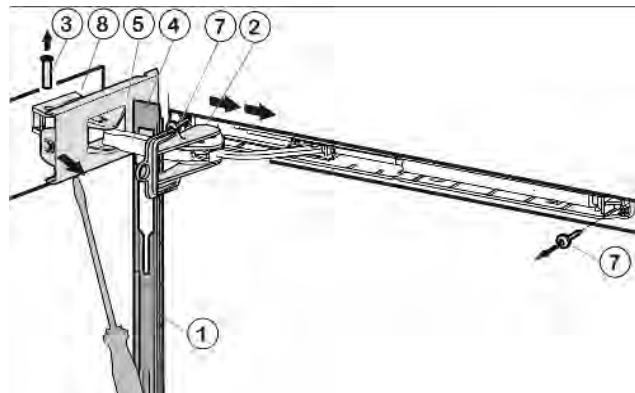

Fig. 5
- Сдвиньте накладку над амортизационной скобой Fig. 5 (4) в направлении устройства вперед.
- Зафиксируйте предохранитель Fig. 5 (2) в продольном пазе.
- Отсоедините крышку Fig. 5 (5) со стороны шарнира с помощью отвертки до первого фиксатора.
- Выдавите палец Fig. 5 (3) снизу.
- Нажмите амортизационную скобу Fig. 5 (4) в направлении дверцы.
- Полностью отсоедините и снимите крышку Fig. 5 (5) со стороны шарнира.
- Снимите накладку Fig. 5 (1).
- Открутите узел амортизатора закрывания дверцы (2 шт. Torx 15) Fig. 5 (7).
- Открутите опорную деталь Fig. 5 (8) и прикрутите её снова с поворотом на 180° на противоположную сторону. При необходимости просверлите отверстия или используйте аккумуляторную отвертку.